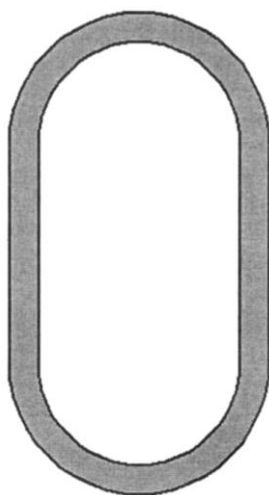

Рисунок 5 – Готовое сечение элемента конструкции
1.2. Выделение контуров поперечного сечения. Для того чтобы подготовленный рисунок стал поперечным сечением, в нем необходимо выделить внешний и внутренние контуры. Для этого на панели «**Контур**» есть специальные кнопки – **Простой контур**  (меню **Контур** – **Простой контур**) и **Набираемый контур**  (меню **Контур** – **Набираемый контур**). После нажатия кнопки **Простой контур** следует щелкнуть сначала на любом из элементов наружного контура, а затем на любом из элементов каждого из внутренних контуров (если они есть). Замкнутые контуры после щелчка должны окраситься в синий цвет. Одновременно с нажатием одной из этих кнопок открывается диалоговое окно **Выбор контура**, в котором после выделения всех контуров нужно нажать кнопку **Ок** (вместо этой кнопки можно нажать правую кнопку мыши или клавишу **Пробел** на клавиатуре). Область между выделенными контурами, т. е. собственно поперечное сечения, окрасится в серый цвет. Это означает, что программа адекватно «поняла» задачу, т. е. будет воспринимать выделенный объект как поперечное сечение (рисунок 5).